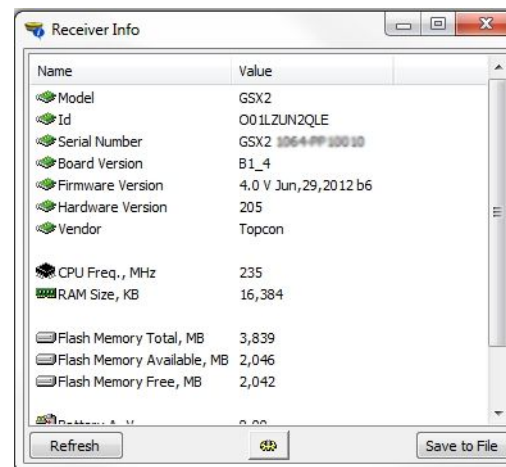

Рис. 6: SRU - Інформація о приймнике
6. В главном окне SRU нажмите пиктограмму Информация. Откроется окно Информация о приемнике (Рис. 6).